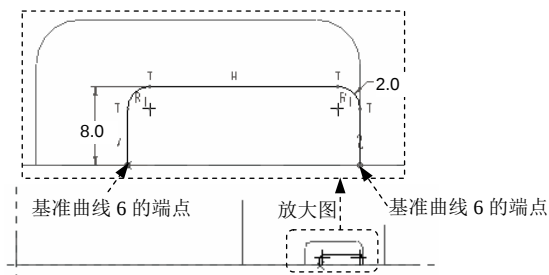

图 6.7.52 截面草图
(3) 接受默认草绘参考，再选取基准曲线 6 的端点为草绘参考，然后绘制图 6.7.52 所示的截面草图，完成后单击  按钮。